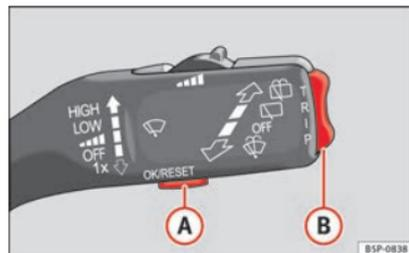

Fig. 38 Palanca del limpiacristales: teclas de control.
- Seleccione la opción **Estado del vehículo** del menú principal: “Menú principal” y pulse la tecla **OK** de la palanca del limpiacristales **A** » **fig. 38. O bien**